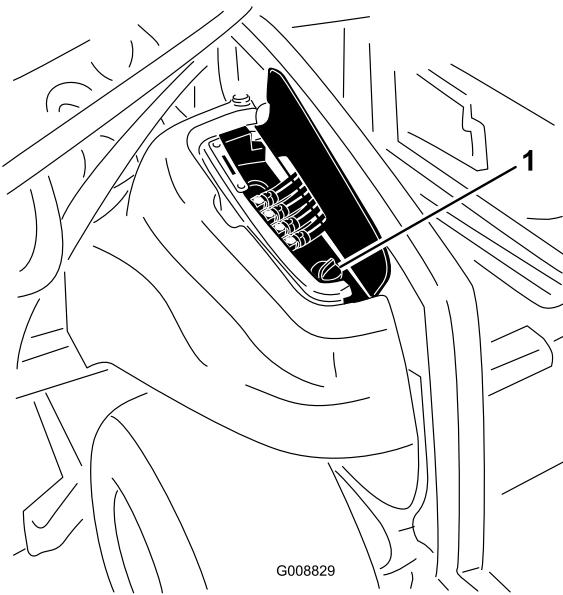

Figure 87
2. Du côté droit de la machine, soulevez le couvercle d'accès pour exposer le bouchon du réservoir hydraulique (Figure 87).
3. Nettoyez la surface autour du goulot et du bouchon de remplissage du réservoir hydraulique (Figure 87).